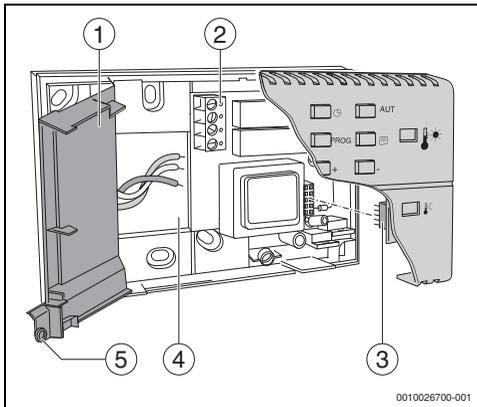

Bild 12 Kabelabdeckung des Raumreglers
#### Sachschaden durch Abbrechen der Stifte in der Stiftleiste (→ Bild 12, [3])!
- ▶ Kabel durch die Öffnung (→ Bild 12, [4]) des Wandhalters führen.
- ▶ Mit einem Schraubendreher die Schrauben der Schraubklemmen (→ Bild 12, [2]) lösen, die Kabel einführen und mit den Schrauben sichern.